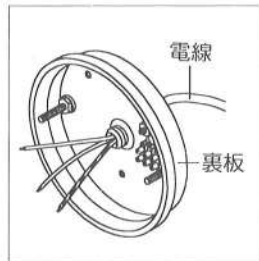

図 7
- 取付け場所が決まりましたら、裏板についている電源ブッシュの中央部に穴を空け、電線を通して配線してください。(図 7 参照)